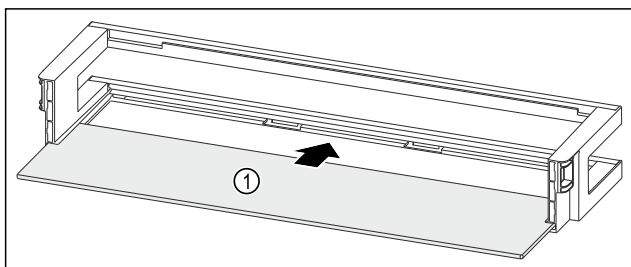

Fig. 123 Дверная полка со съемной полкой
- ▶ Вдвиньте съемную полку Fig. 123 (1) в боковые пазы.